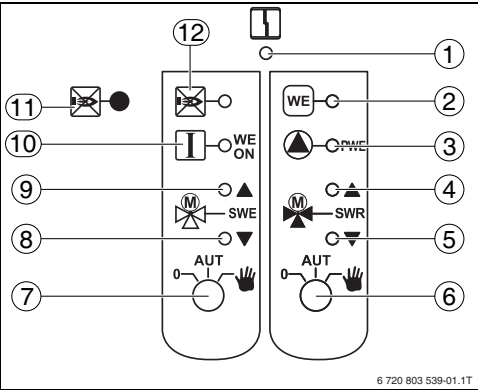

Рис. 4 Элементы управления FM444
Модуль FM444 в соединении с альтернативными теплогенераторами имеет функцию, которая при нажатии кнопки **Разогрев** (→ рис. 4, [11], стр. 35) на стадии пуска альтернативного теплогенератора препятствует старту дизельного/газового отопительного котла.
Различные положения переключателей (→ рис. 4, [6], [7]) по-разному воздействуют на насос альтернативного теплогенератора и на включение теплогенератора.
4.4.1 Переключатель автоматического теплогенератора / аварийного охлаждения (левый) (→ рис. 4, [7], стр. 35)
4.4.2 Переключатель насоса теплогенератора (правый) (→ рис. 4, [6], стр. 35)
- Нажмите и удерживайте нажатой кнопку **Отопительный контур** (→ рис. 4, [7], стр. 35).